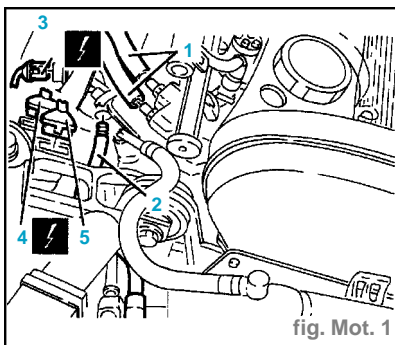

fig. Mot. 1
- Déconnecter les tubes d'entrée et de sortie du combustible du collecteur de répartition du combustible (1) (fig. Mot.1).